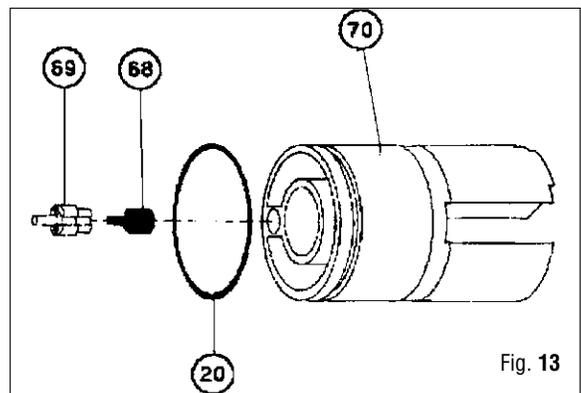

Fig. 13
36. Quite de la empuñadura(41) la varilla graduada (35-39) y el muelle (34).
37. Quite el muelle(34) del cursor.
38. Quite el cursor de la empuñadura (41).
39. Extraiga de la empuñadura los prensa OR (36) y el OR (37).
40. Quite el OR (20).
41. Con un punzón, quite del cañón del fusil (26) el perno (57), el diente de disparo (50) y el muelle (44).
43. Quite del bloque de regulación, el perno del asiento de la válvula de retención (69) y su goma correspondiente (68) (Fig. 13).
44. Quite el OR (20) del bloque de regulación de potencia.
45. Con la herramienta (A-7) quite el OR (71) del cañón.
10. Introduzca la goma de la válvula de retención (68) en el bloque de regulación de la potencia (70) (Fig. 13).
11. Coloque el perno del asiento de la válvula de retención (69) sobre la goma (68) y presione (Fig. 13).
12. Coloque el OR (20) en la ranura del bloque de regulación de la potencia (70) (Fig. 13).